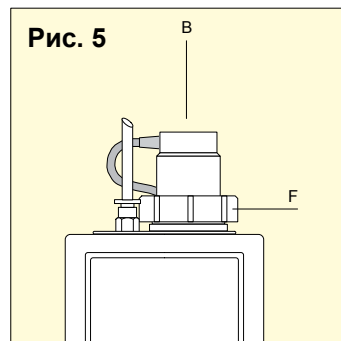

Рис. 5
Вставьте держатель датчика (B) с новым датчиком в штуцер подачи газа прибора и затяните поджимную гайку (F) – Рисунок 5. Нажмите на кнопку <set> для продолжения.